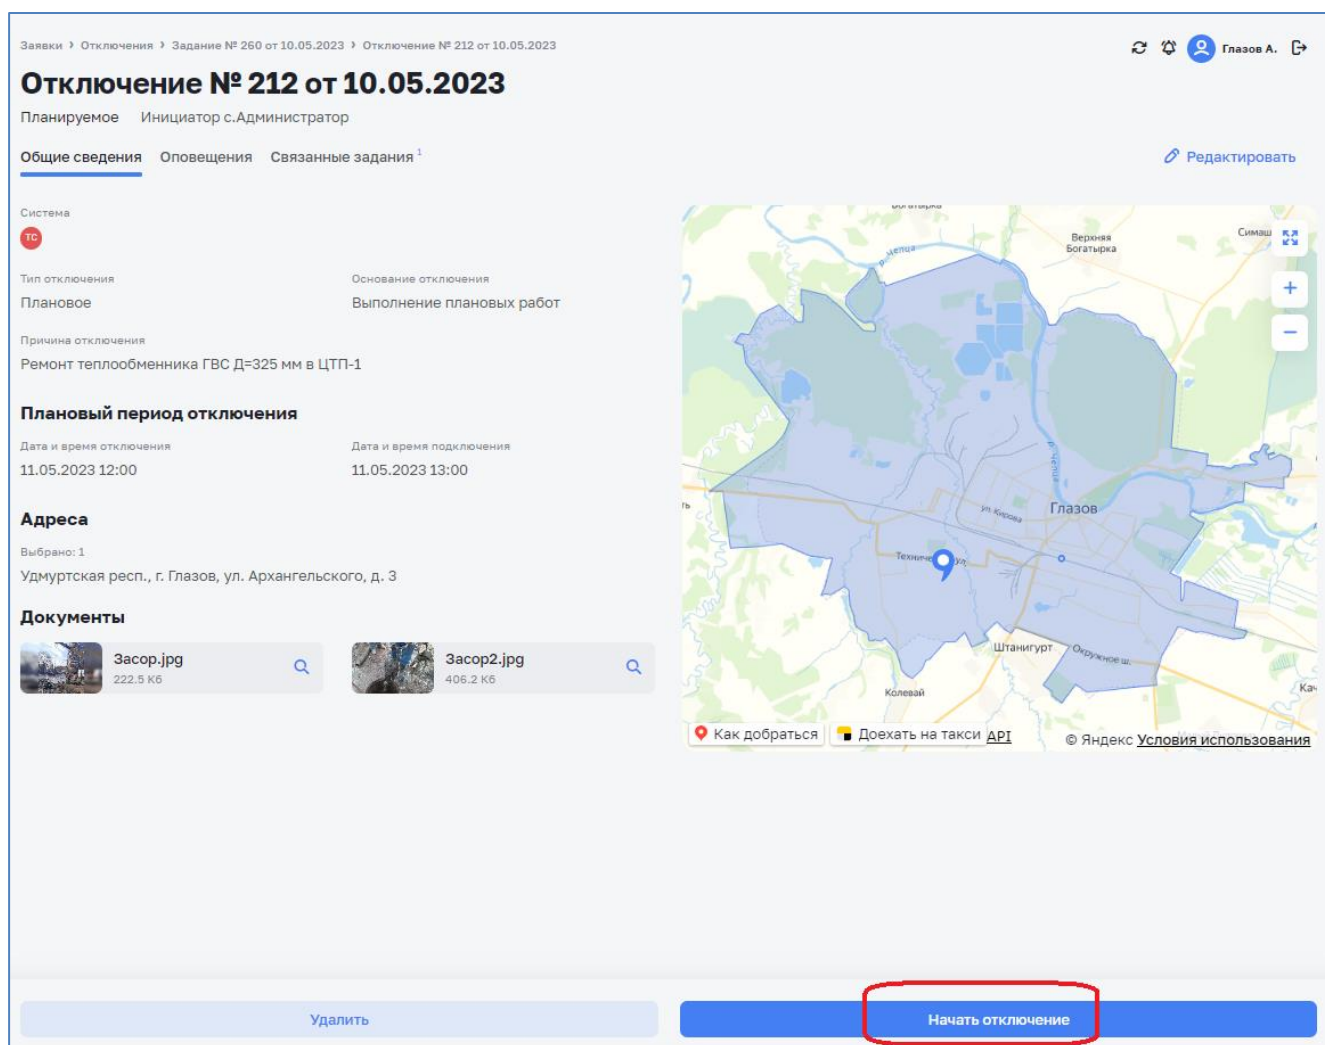

Рисунок 138 – Регистрация начала отключения в карточке отключения
- В карточке отключения, нажав на кнопку «Начать отключение» (Рисунок 138);